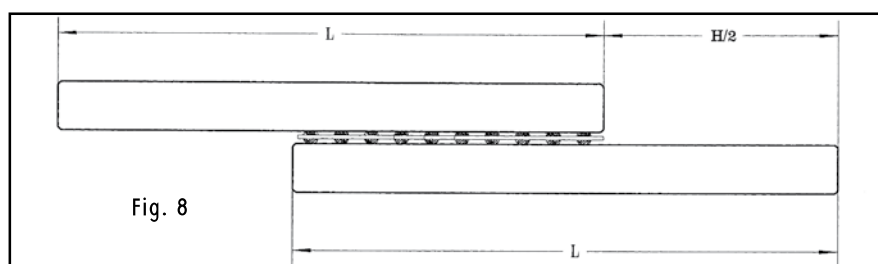

Fig. 8
- Se ne deduce che in una slitta formata da quattro guide di uguale lunghezza, per es. pari a 500 mm, la parte mobile potrà sporgere della metà della propria lunghezza (condizione limite) fig. 8.
Based on the above, in a system riding on four rails of equal length (500 mm) the moving portion could overhand $\frac{1}{2}$ of its length (condition limit) Fig. 8.